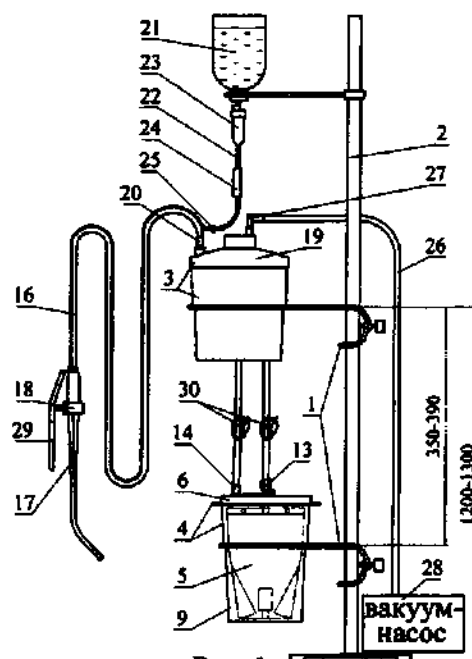

Рис. 1
Подготовка устройства к работе (в соответствии с рис. 1, 2)
5. Извлеките сборник крови 3 и закрепите в верхнем держателе кронштейна 1 (рис. 1).